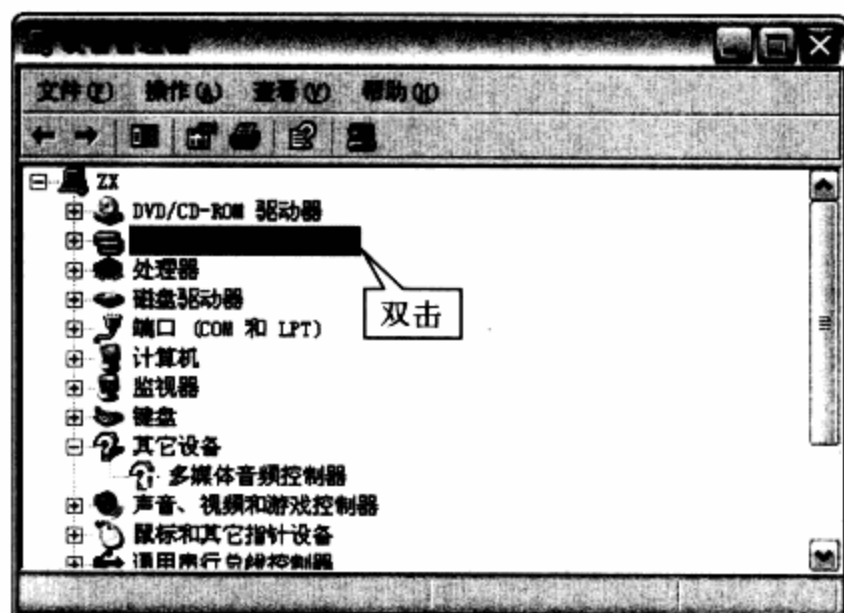

图2-6 “设备管理器”窗口
**步骤 03** 在打开的“设备管理器”窗口中，双击“IDE ATA/ATAPI控制器”选项，如图2-6所示。